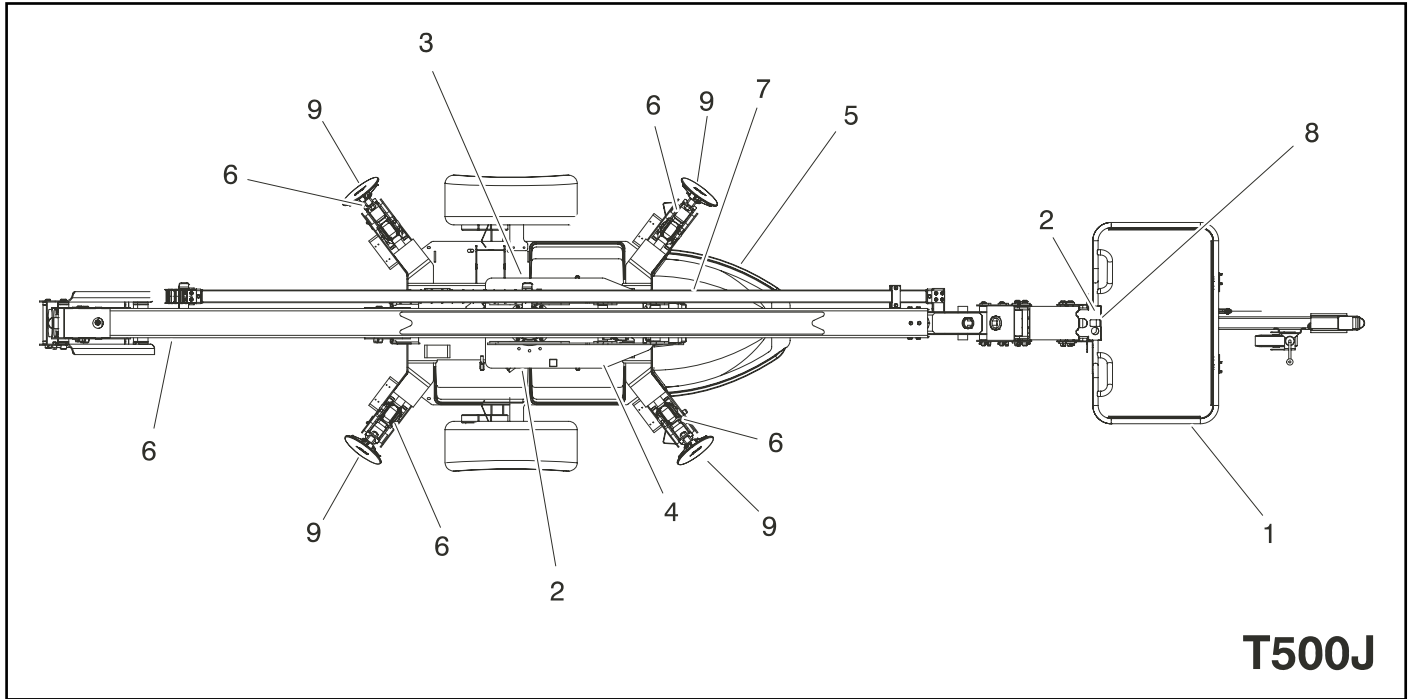

Figura 2-3. “Turnê” de Inspeção Diária - Página 2 de 3
5. **“Turnê” de Inspeção** - Vide Figura 2-3.